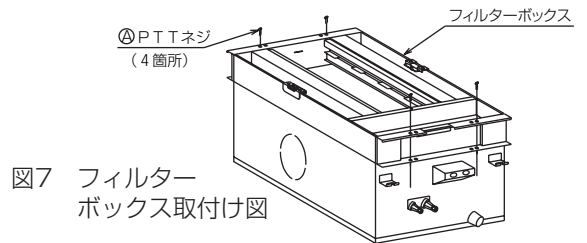

図7 フィルターボックス取付け図
- ①取付け方向に注意して、フィルターボックスを図7のように本体に乗せてください。
- ②付属のⒶ PTTネジにて4カ所をネジ止めしてください。